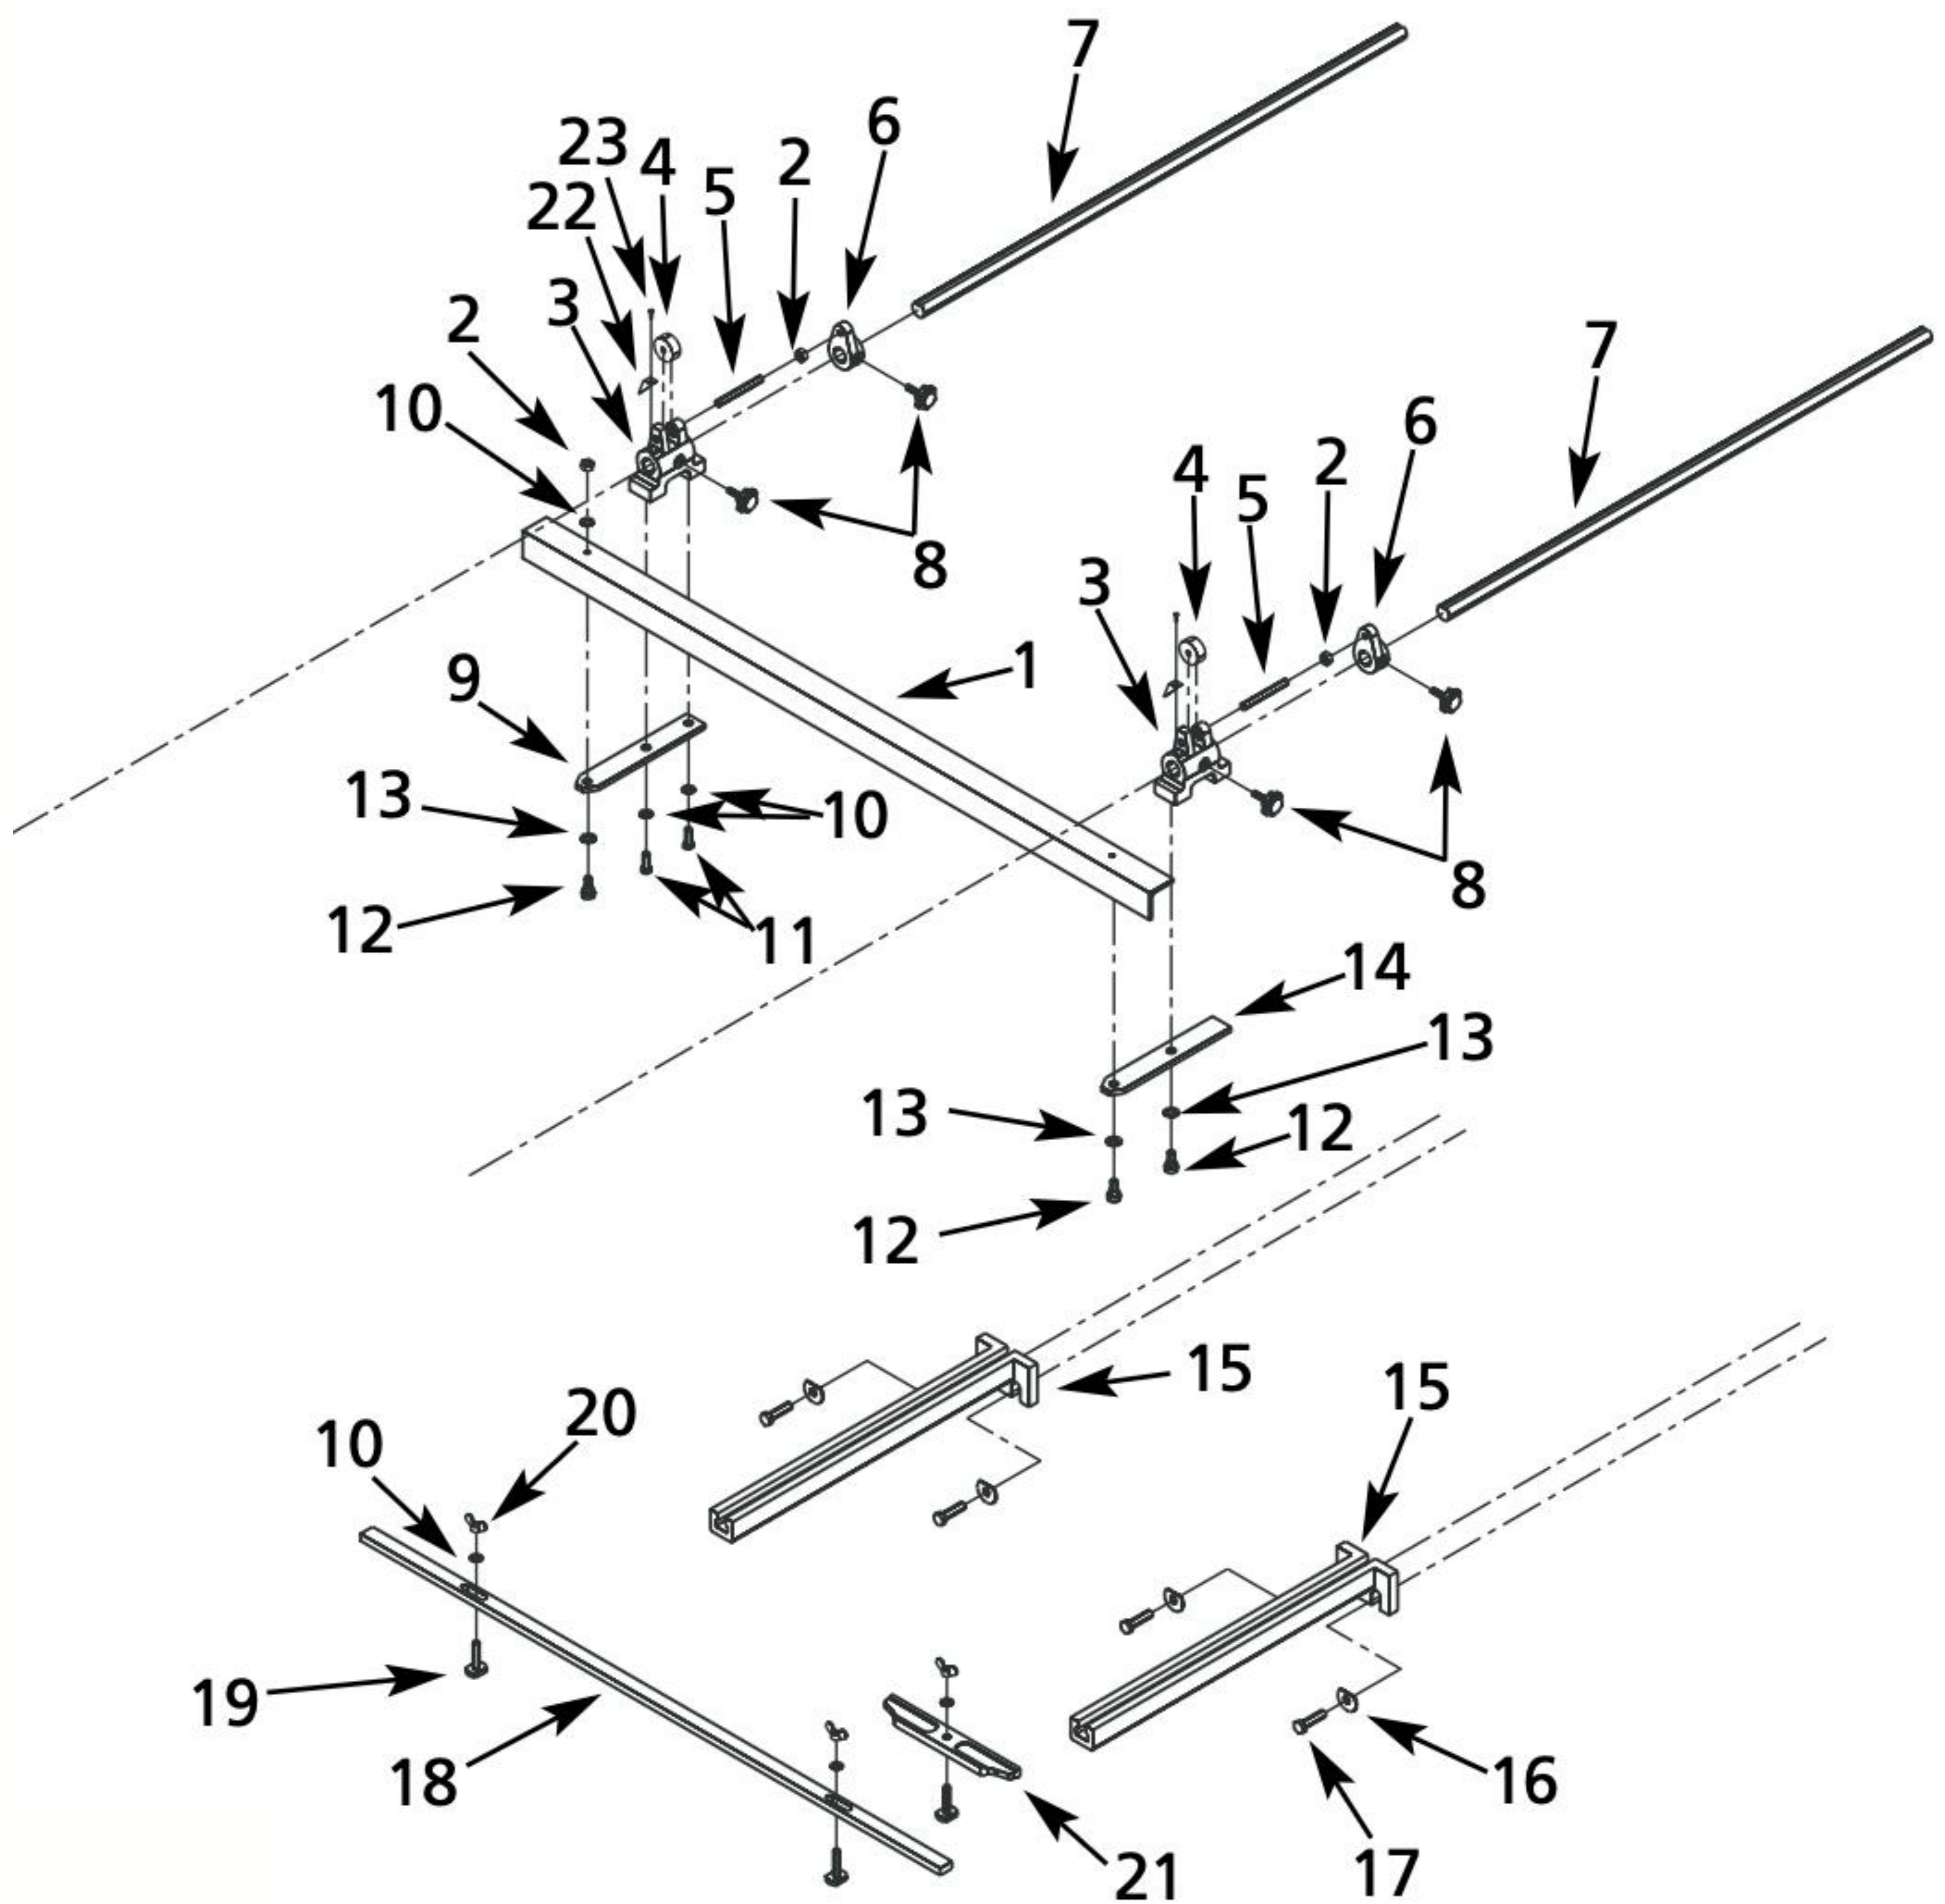

Рисунок 3
4. Изготовление деталей одинакового размера возможно с помощью заднего упора. Ослабьте рукоятки (Рис. 3, Поз. 8) и используйте шкалы на стержнях заднего упора (Рис. 3, Поз. 7) для установки регулировочных блоков (Рис. 3, Поз. 3) для желаемого размера. Зафиксируйте рукоятки на кронштейне (Рис. 3, Поз. 6) и используйте лимбы (Рис. 3, Поз. 4) для точной установки регулировочных блоков так, чтобы указатель на блоках показывал желаемый размер на шкале. Зафиксируйте рукоятки на регулировочных блоках. Поместите заготовку на стол, прижав к правому угловому упору. Протолкните заготовку через лезвия, пока она не упрется в упор заднего упора (Рис. 3, Поз. 1). Нажмите на педаль и разрежьте заготовку.
5. Изготовление деталей одинакового размера также возможно с помощью переднего упора. Установите передний упор (Рис. 3, Поз. 18) на стол или передние упорные рычаги в соответствии с желаемым размером детали. Закрепите в положении с помощью Т-образных болтов, шайб и барашковых гаек (Рис. 3, Поз. 10, 19 и 20).
7. Угломер (Рис. 3, Поз. 21) используется для выполнения угловых резов на заготовках. Закрепите угломер на столе с помощью Т-образного болта, шайбы и барашковой гайки (Рис. 3, Поз. 10, 19 и 20). Установите угол с помощью транспортира или образца заготовки.